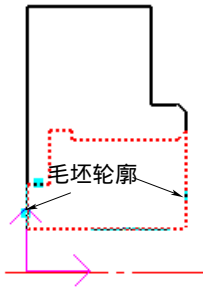

图 4-196 拾取毛坯轮廓
- 系统接着提示用户拾取毛坯轮廓，仍然以“单个拾取”方式依次选取如图线段，如图 4-196 所示，然后单击鼠标右键结束毛坯轮廓的拾取。